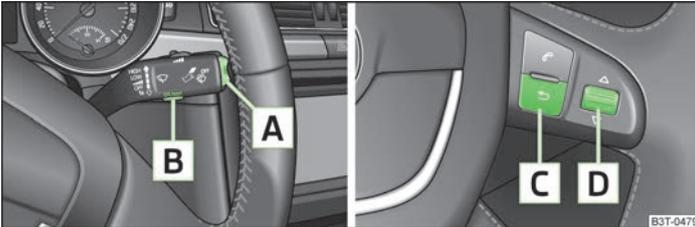

Abb. 7 Informationsdisplay: Bedienelemente am Scheibenwischerhebel / Bedienelemente am Multifunktionslenkrad
- Das **Main menu (Hauptmenü)** wird durch langes Drücken der Wipptaste **A** » Abb. 7 aktiviert.
- Das **Main menu (Hauptmenü)** wird durch langes Drücken der Taste **C** » Abb. 7 aktiviert.